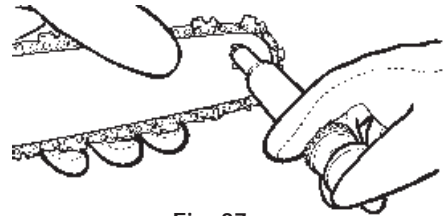

Fig. 37
3. Utilizando la Lube Gun (opcional), inserte la punta de aguja dentro del agujero de lubricación e inyecte grasa hasta que aparezca afuera del borde de la rueda dentada (Fig. 37).